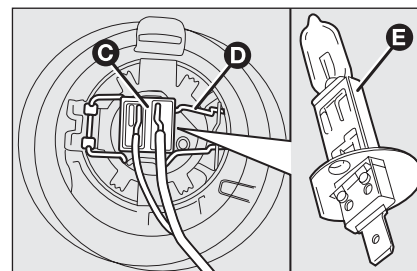

fig. 26
- ☐ débrancher le connecteur électrique **C**-fig. 26;